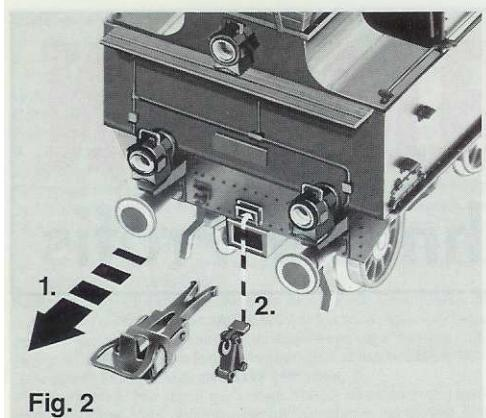

Fig. 2
Eventuell mit etwas Klebstoff befestigen (Fig. 2 und 3).
alternative coupling gear: Secure in position with plastic glue (fig. 2 and 3).
and fix them with a drop of glue (fig. 2 and 3).
De automatische koppelingen kunnen vervangen worden door de bijgevoegde imitatiekoppelingen. Daartoe dient men de koppeling te verwijderen en de imitatiekoppeling in de daarvoor bestemde uitsparing te monteren. Bij de bevestiging kan eventueel iets lijm worden gebruikt (fig. 2 en 3).
De automatiska kopplarna kan du byta ut mot de bifogade kopplingsattrapperna. Avlägsna kopplonen och stick i attrapperna i de förutsedda hålen. Fäst eventuellt med lite lim (fig. 2 och 3).
2. Innestare le imitazioni nelle apposite rientranze. Eventualmente fissarle con un po' di adesivo (fig. 2 e 3).